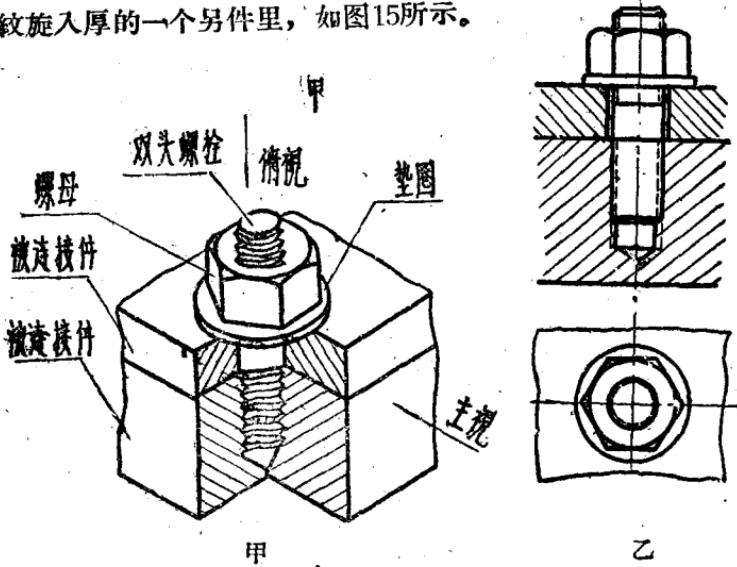

图 15
2. 双头螺栓连接(图15) 被连接的两个零件，其中一件的连接部份較厚，另一件較薄，连接时把双头螺栓的一头用螺紋旋入厚的一个零件里，如图15所示。